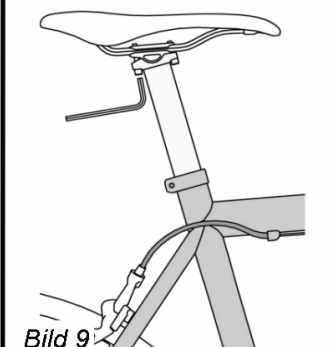

Bild 9
- Zur horizontalen Sattelstellung die Sattelklemmung lösen, den Sattel horizontal verschieben und wieder festklemmen, **Bild 9**.